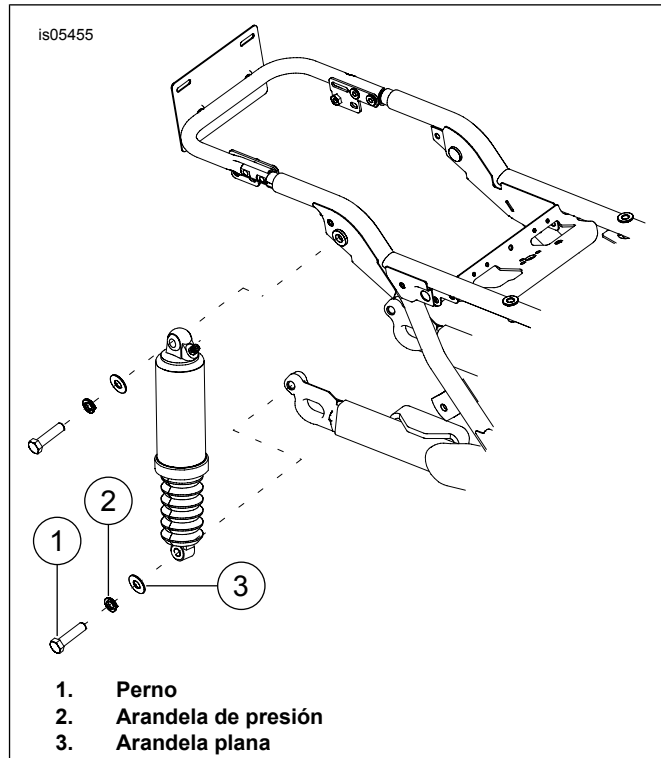

Figura 3. Extracción del amortiguador trasero
8. Ver Figura 3 . Extraiga los pernos inferiores de montaje (1), las arandelas de presión (2) y las arandelas planas (3) de los amortiguadores.